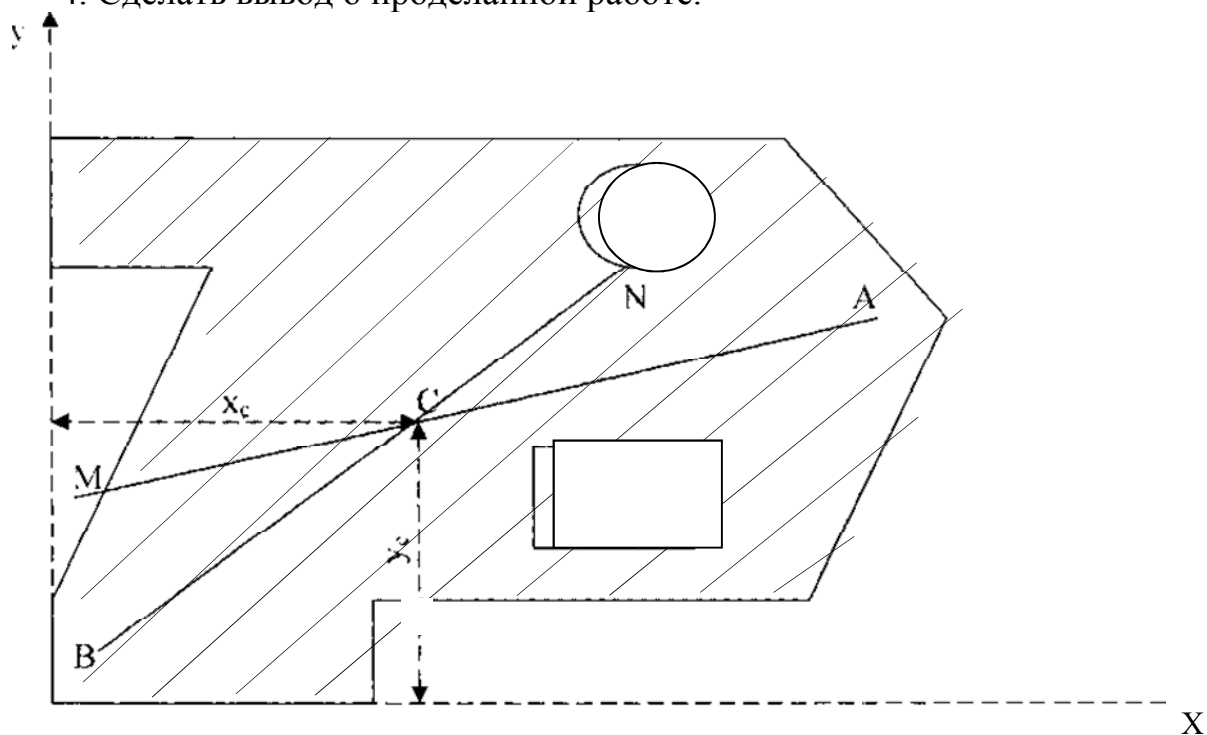

Рисунок 1 - Плоское тело. Точка С - центр тяжести
3. Выполнить чертеж пластины в масштабе 1:2 и отметить на нем координаты центра тяжести (рисунок 1).